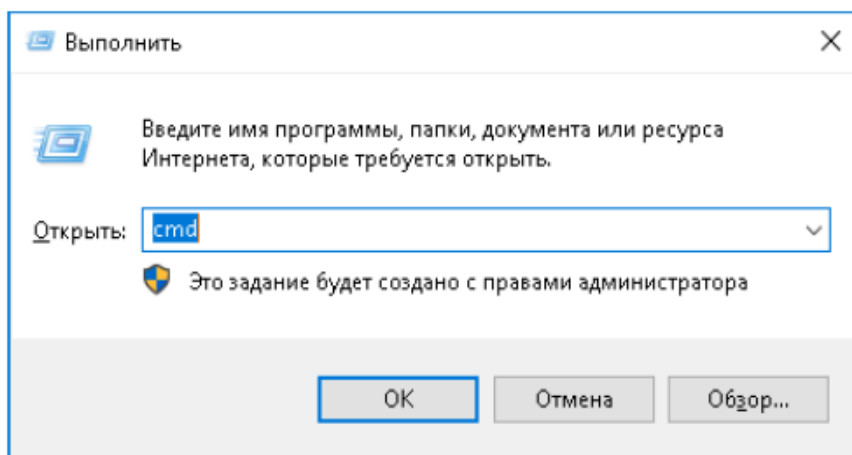

Рисунок 4. Командная строка.
7.1.9. Проверить коммутацию сетевых подключений Сервера МПЦ-И 1. Открыть на компьютере АРМ ШН «Командную строку», для чего нажать «Win+R», в открывшемся окне «Выполнить» в строке «Открыть» ввести «cmd» и нажать «ок» (Рисунок 4).
7.1.16. Открыть на компьютере Сервер МПЦ-И 1 «Командную строку», для чего нажать «Win+R», в открывшемся окне «Выполнить» в строке «Открыть» ввести «cmd» и нажать «ок» (Рисунок 4).